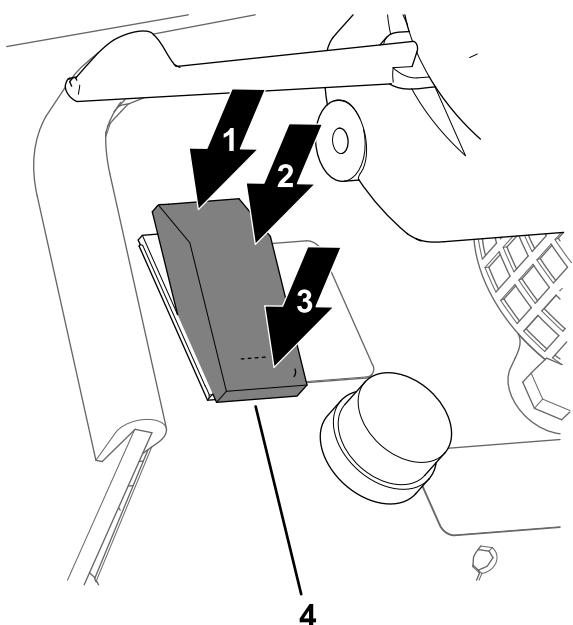

Bild 70
- Stellen Sie den Lichtschalter nach vorne (zum Schulterende des Schalters), um die Arbeitsscheinwerfer in die EIN-Stellung zu stellen (Bild 70).
- Drücken Sie den Lichtschalter in die mittlere Stellung, um die Lampen in die Aus-Stellung zu bringen (Bild 70).
- Stellen Sie den Lichtschalter nach hinten (zum abgerundeten Ende des Schalters), um die Scheinwerfer in die EIN-Stellung zu stellen (Bild 70).